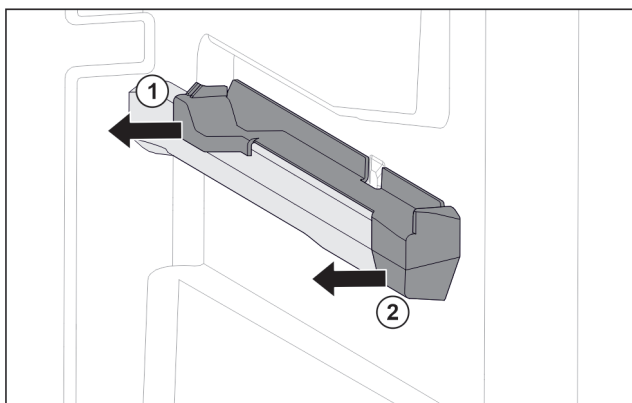

Fig. 77 Наставка върху дясното ребро на съда
- Изтеглете наставката отзад настрани. Fig. 77 (1)
- Изтеглете наставката отпред настрани. Fig. 77 (2)